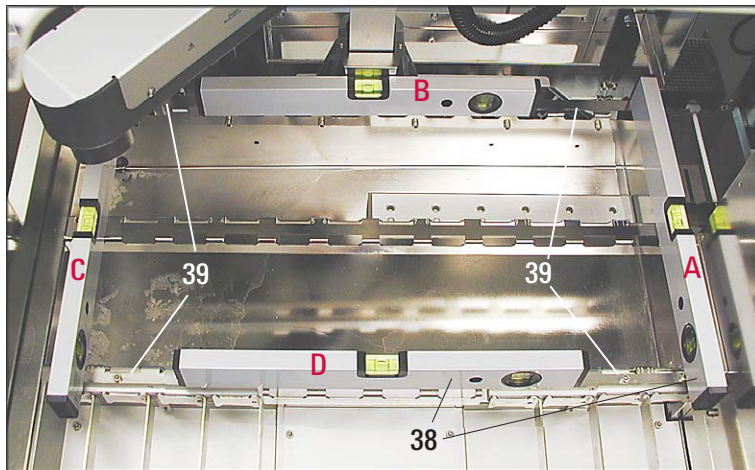

Abb. 22
Abb. 22 zeigt alle vier Auflagepositionen der Wasserwaage zur Kontrolle der waagerechten Ausrichtung des Gerätes. Es ist nur der Rahmen der Küvettenhalterung (39) zum Ausrichten zu verwenden.
- Zum Ausrichten die Wasserwaage (38) **abwechselnd** in den in Abb. 22 gezeigten Positionen (A und B) auf dem Rahmen der Küvettenhalterung platzieren.